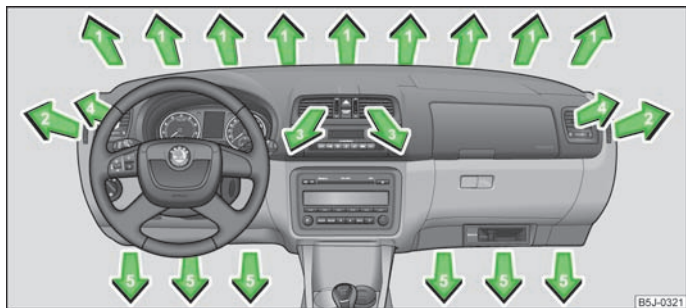
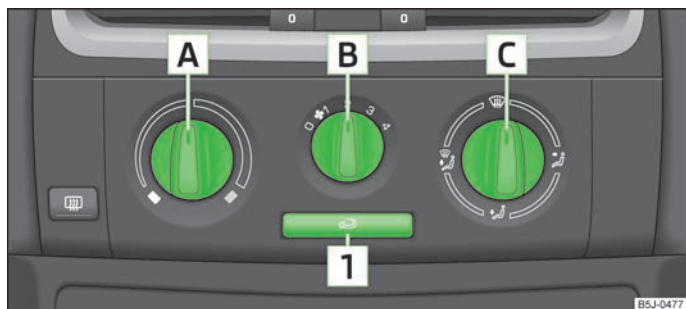

Fig. 74 Difusores de ar
Fig. 75 Aquecimento: Elementos de comando
- Rodar a roda vertical (difusores de ar 3) » Fig. 74 ou a roda horizontal (difusores de ar 4) para a posição 2.
- Rodar a roda vertical (difusores de ar 3) » Fig. 74 ou a roda horizontal (difusores de ar 4) para a posição 0.
- Bascular as lamelas horizontais com ajuda do regulador deslocável, de modo a alterar a altura do fluxo de ar » Fig. 74.
Regule a entrada de ar de cada um dos difusores de ar com a ajuda do regulador da distribuição do ar [C] » Fig. 75. Os difusores de ar 3 » Fig. 74 e 4 podem ser fechados e abertos individualmente.
- Rode o comando rotativo [A] » Fig. 75 para a direita, para aumentar a temperatura.
- Rode o botão do ventilador [B] » Fig. 75 para uma das posições 1 a 4, para ligar o ventilador.
- O regulador da distribuição do ar [C] » Fig. 75 permite orientar o fluxo de saída de ar » Página 74.
Todos os elementos de comando, excepto o botão do ventilador [B] » Fig. 75, podem ser ajustados para uma qualquer posição intercalar.
- Elementos de comando **A** » Fig. 75, **B**, **C** e o botão **1**.
► Prima o botão  **1** » Fig. 75, a luz de controlo no botão acende-se.
► Prima novamente o botão  **1** » Fig. 75, a luz de controlo no botão apaga-se.
Se o regulador da distribuição do ar **C** » Fig. 75 estiver na posição , o modo de reciclagem do ar é automaticamente desligado. Nesta posição, se carregar repetidamente no botão , também pode voltar a ligar o modo de reciclagem do ar. ►